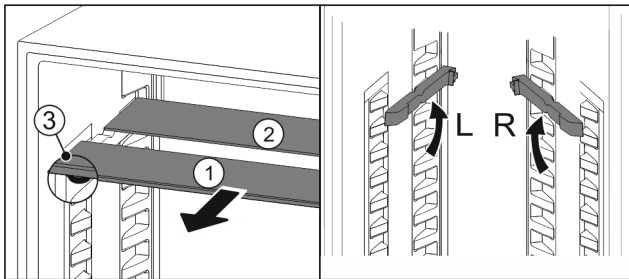

Fig. 129
- ▶ 将玻璃隔板逐个向前拉出 Fig. 129 (1)。
- ▷ 带装饰条的玻璃隔板 Fig. 129 (1)在前。
- ▷ 阻挡装置 Fig. 129 (3)指向下方。